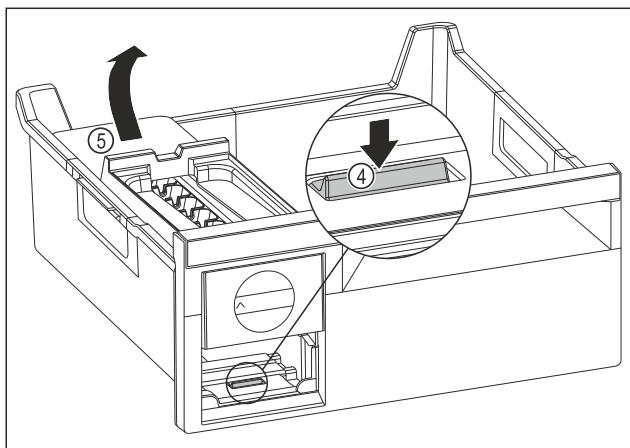

Fig. 212
- Vyjmutí korpusu EasyTwist-Ice: Lamelu Fig. 212 (4) zatlačte prstem směrem dolů a zároveň nadzvedněte druhou rukou korpus EasyTwist-Ice Fig. 212 (5) zezadu.